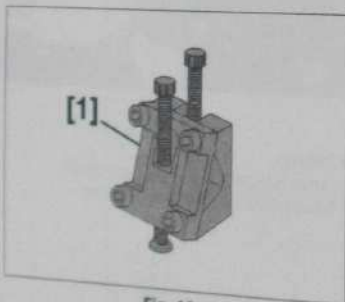

Fig. 10
- [1]. Outil antirotation de crémaillère (réf. 0721.B) (Fig. 10).